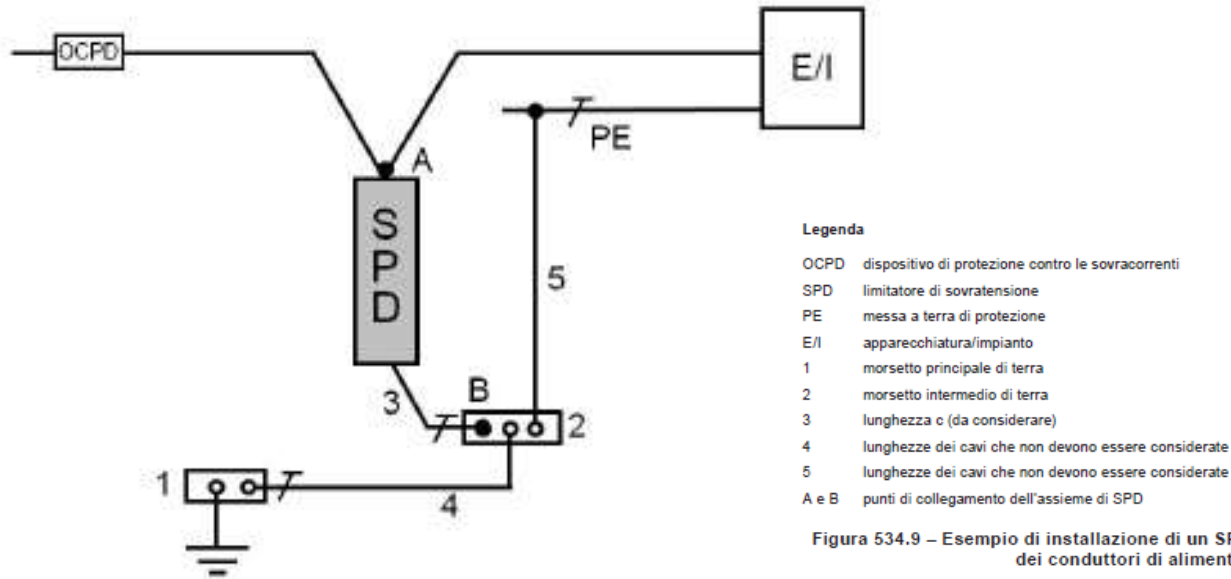

Figura 534.9 – Esempio di installazione di un SPD allo scopo di diminuire la lunghezza dei conduttori di alimentazione dell'SPD
- **Utilizzare cablaggio a "V" mostrato nella Figura 534.9**
Fonte: CEI 64-8;V5 figura 534.9